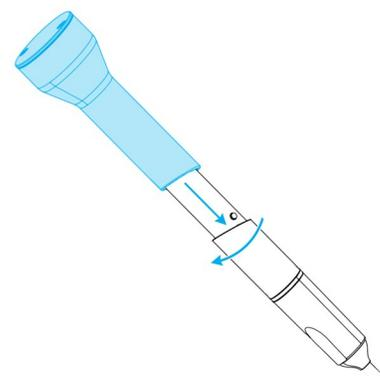

Figura 10: Usando a ponteira de verificação de integridade
3. Coloque a ponteira na peça de mão e gire-a em sentido horário para travá-la na posição (consulte *Figura 10: Usando a ponteira de verificação de integridade*, p. 36).